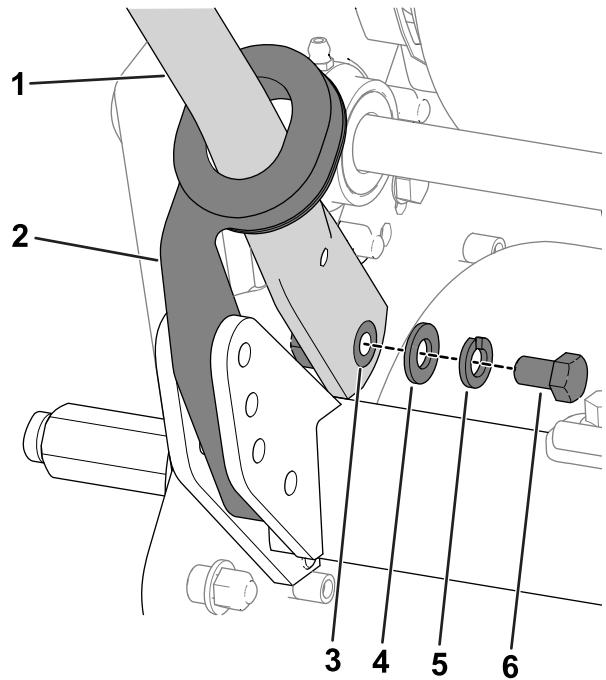

図4
4. ハンドルの端を内側にたわめながら、取り付けピンに通す図4。
5. 先ほど外したボルト5/8"とワッシャとロックワッシャを使って、ハンドルの端部を取り付けピンに固定する図4。